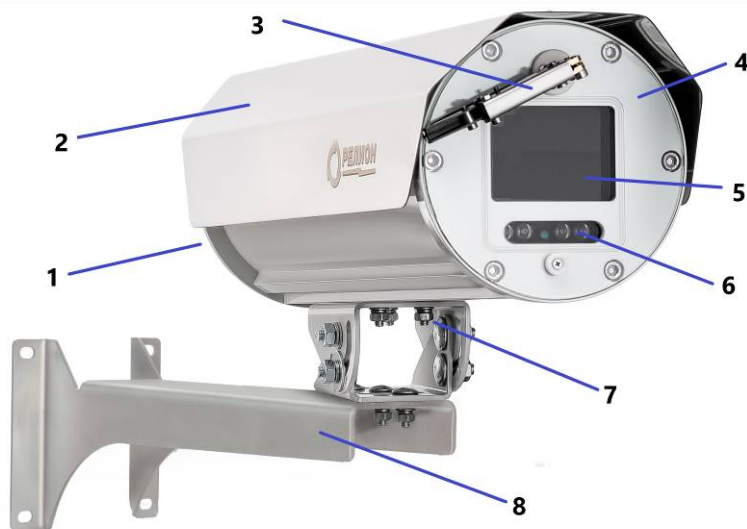

Рисунок 1
- Открутить болт крепления крепежно-юстировочного устройства (8) и отсоединить от него термокожух, рисунок 1.
- Открутить фиксирующие винты и разделить основание с кабельным вводом (1) от корпуса термокожуха, рисунок 1.
- Определить место установки и разметить место крепления крепежно-юстировочного устройства, рисунок 1.
- Закрепить крепежно-юстировочное устройство (8) к рабочей поверхности, рисунок 1.
- Основание с кабельным вводом (1) соединить с корпусом термокожуха и закрутить фиксирующие винты, рисунок 1.
- Установить термокожух на крепежно-юстировочное устройство (8) и зафиксировать при помощи болта (7), рисунок 1.